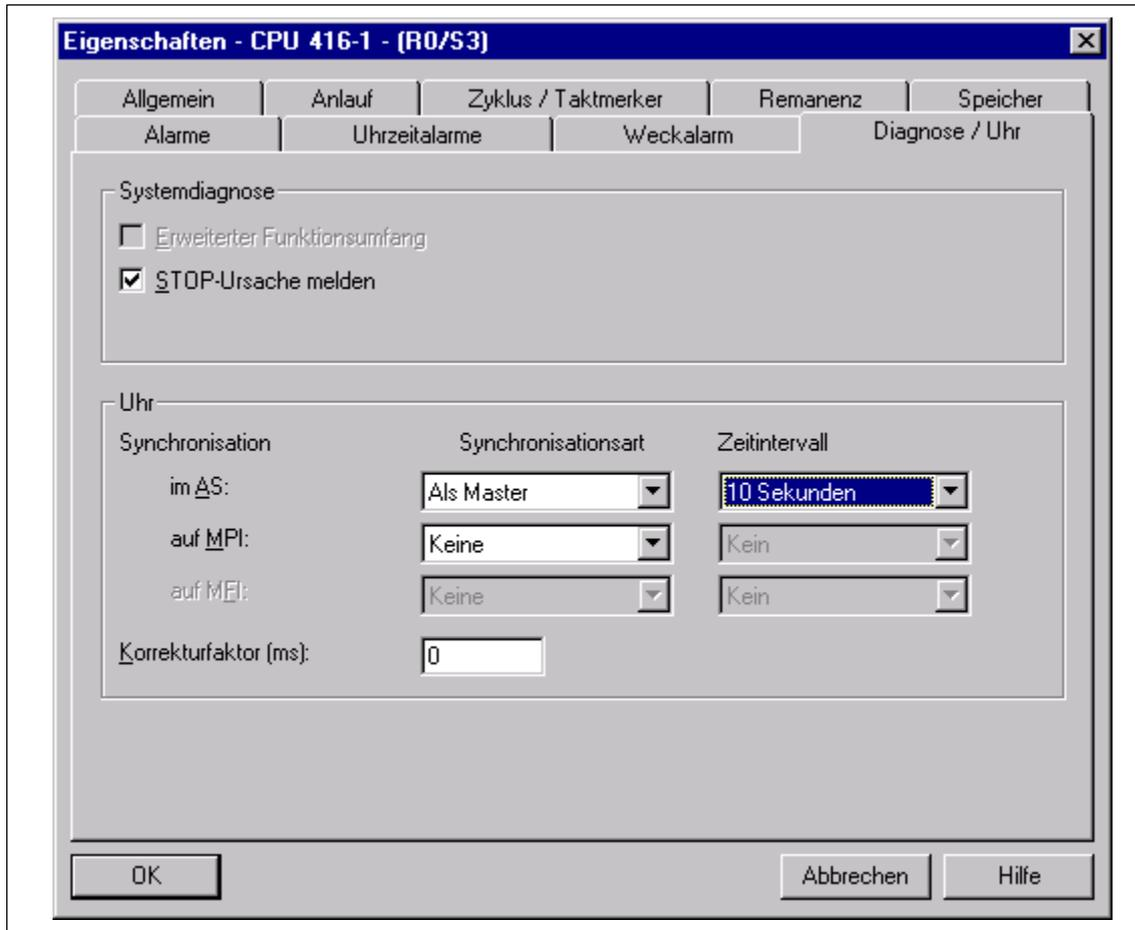

Bild 7-16 Zeitintervall einstellen
3. Stellen Sie die Synchronisationsart und das Zeitintervall wie in Bild 7-16 dargestellt ein.